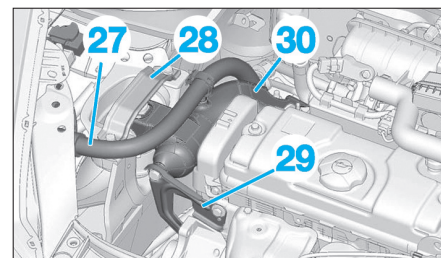

Fig. 55
- Débrider et ramener l'ensemble du faisceau (27) vers le moteur (Fig.55).